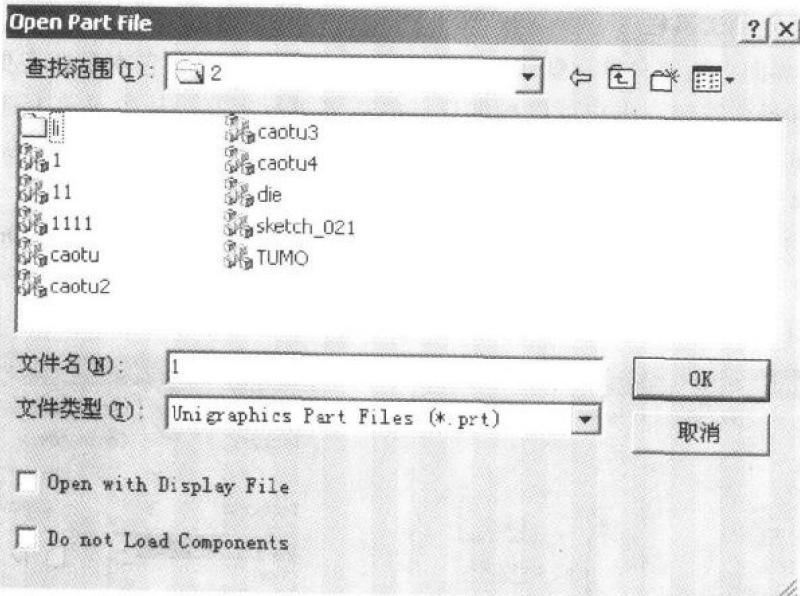

图 1-6 文件打开对话框
- 1) 从主菜单上选择 File→Open，或直接点击图标 ，弹出如图 1-6 所示的打开文件对话框。